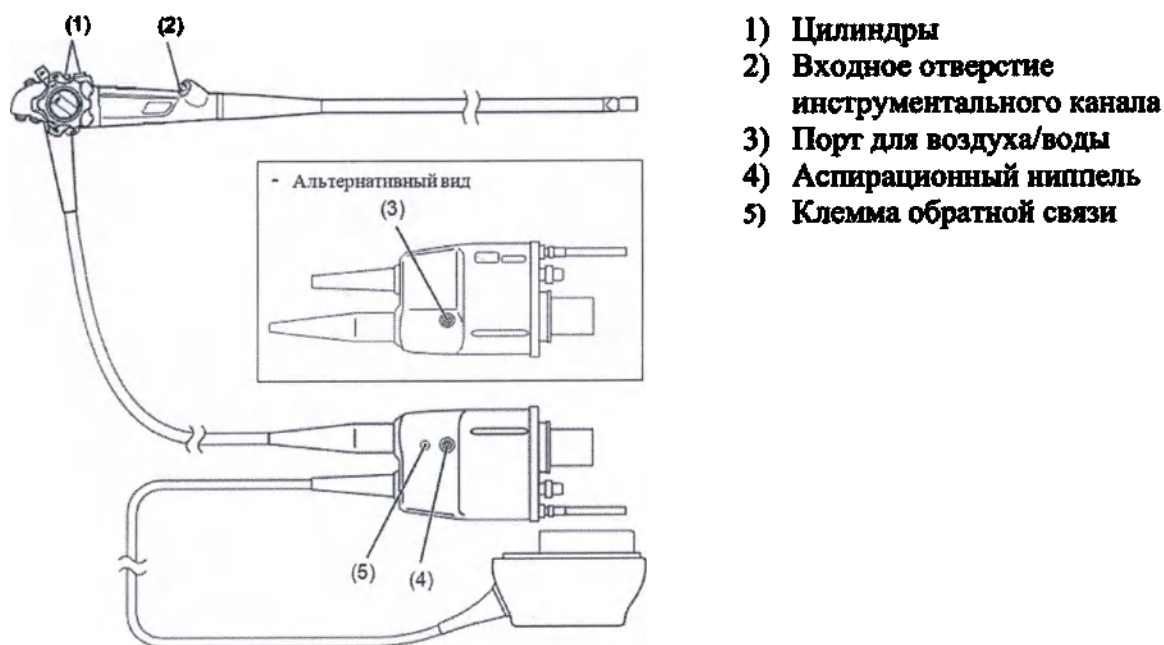

Рис. 7.9
11. Убедитесь, что на корпусе прибора, PVE-коннекторе, коннекторе сканера и электрических контактах отсутствуют такие нарушения, как царапины, деформации, расшатанные детали и др. Будьте особенно внимательны при проверке деталей, показанных на Рис. 7.9. Через чистую безворсовую ткань осторожно возьмитесь за эти детали и подвигайте их в разных направлениях, чтобы удостовериться в отсутствии расшатывания и других нарушений.